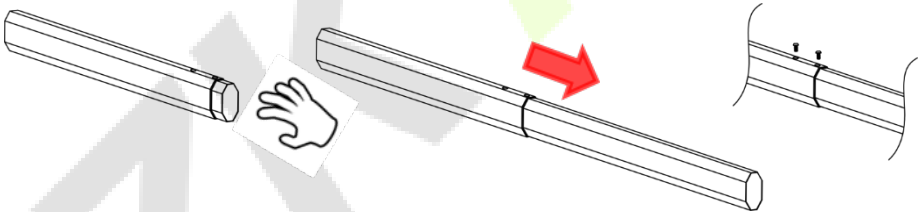

Figura 1 Conecte el brazo principal con el tornillo de banco mediante 2 tornillos
- Saque el brazo de la barrera del brazo principal y luego fíjelo con 2 tornillos como se muestra en la Figura 1.